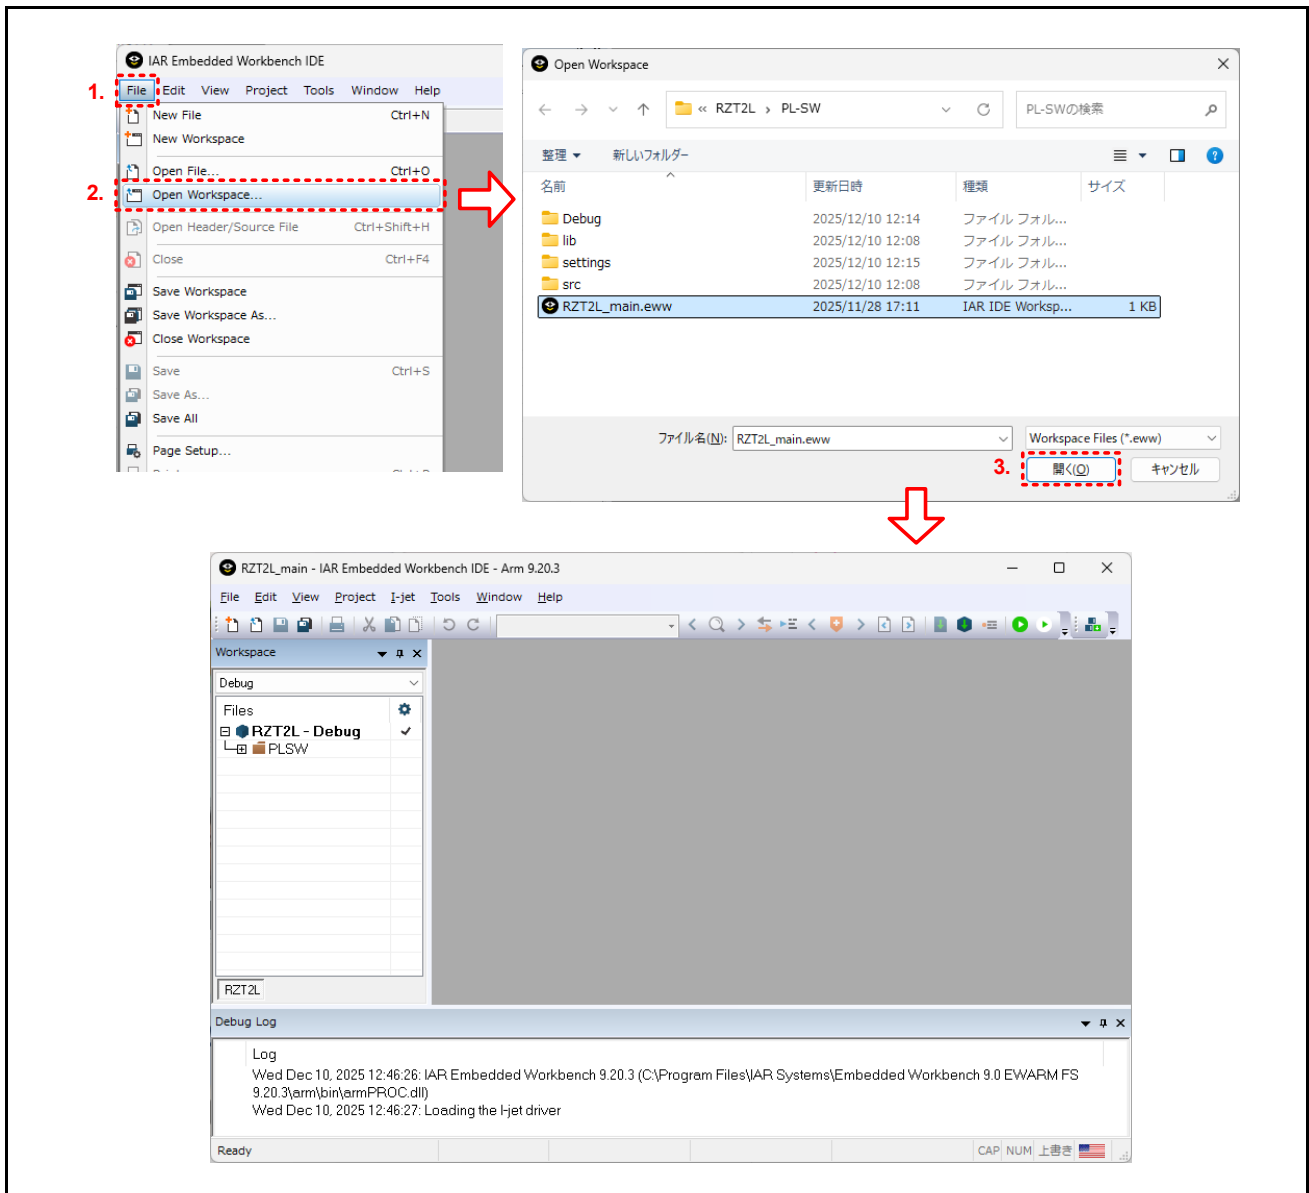

図 5-1 ワークスペース起動
- 2) [ファイル]→[ワークスペースを開く]を選択します。(図5-1, #1 #2)
- 3) PL-SWフォルダ内にあるワークスペースファイル (RZT2L\_main.eww / RZT2L\_sub.eww) を開きます。(図5-1, #3)